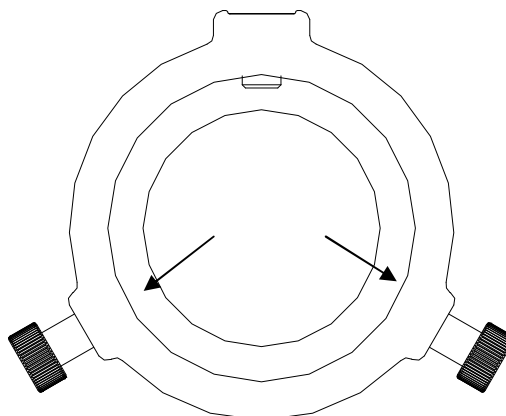

Figura 1.2.8 Allentare le viti di bloccaggio
7). Allentare le viti sull'adattatore come mostra di seguito in Figura 1.2.8: